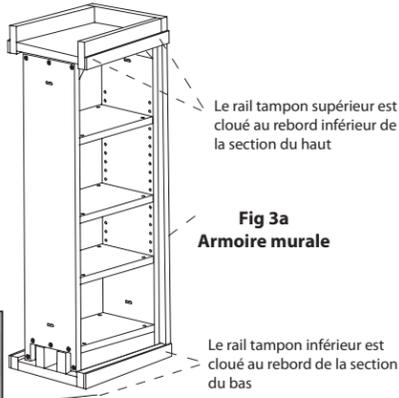

Fig 3a
**Étape 2.** Attacher le rail tampon aux éléments coulissants du module avec de petits clous à finition ou à tête perdue. Voir la figure 2. **Remarque.** Aligner les rails tampon sur le rebord antérieur de l'élément coulissant du module. Aligner le rail tampon sur les sections supérieures de la bride de montage inférieure de l'armoire de base ou la section inférieure de la bride de montage inférieure de l'armoire murale. Voir fig. 3a-b.